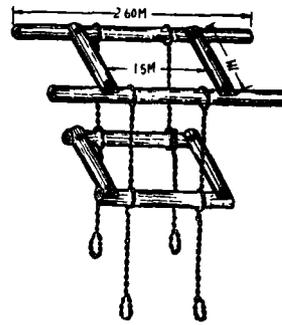

图 14
2) 井框架設。首先將图12之矩形方框水平放在探井口上(在未釘釘前先穿入四个鉄絲圈，每长軸元木上两个)，与井筒对正再將图10A之元木穿入鉄絲圈下端圈内，另外再穿上四个鉄絲圈以备下步盘用。图10A、B元木相扣用5吋洋釘釘牢(图14)。下好方框即开始背板，每面先背一块，待使上下框成水平